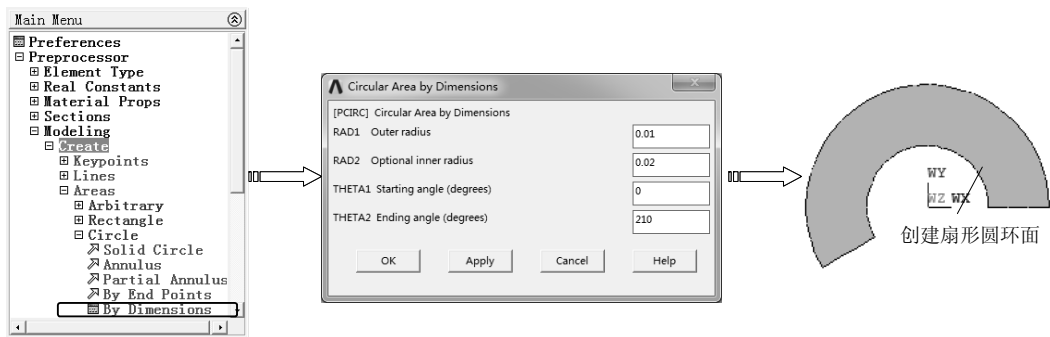

图 2-51 尺寸绘制扇形圆环面
(5)尺寸绘制扇形圆环面 选择“Main Menu>Preprocessor>Modeling>Create>Areas>Circle>By Dimensions”命令，弹出“Circular Area by Dimensions”对话框，在“RAD1”和“RAD2”文本框中分别输入圆环的外径和内径，在“THETA1”和“THETA2”文本框中分别输入扇形圆环的起始角度和终止角度，然后单击“OK”按钮创建扇形圆环面，如图2-51所示。